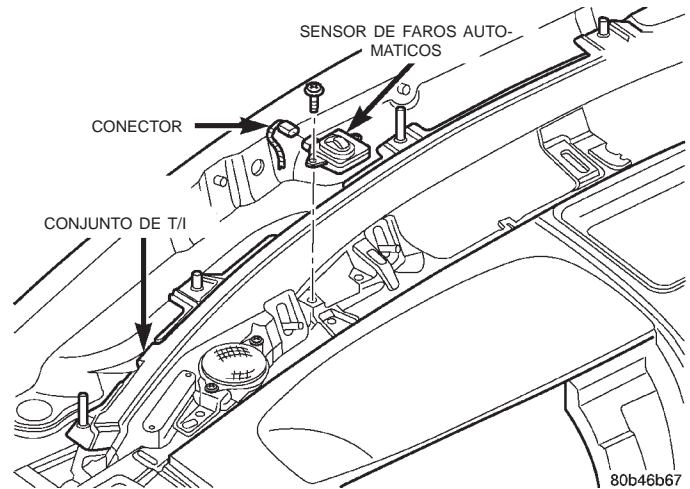

Fig. 1 Sensor de faros automáticos
- (1) Retire la cubierta superior del tablero de instrumentos. Para informarse sobre los procedimientos de servicio apropiados, consulte el grupo 8E, Tablero de instrumentos.
- (2) Retire el tornillo que fija el sensor de faros al tablero de instrumentos (Fig. 1).
- (3) Desenganche el conector del mazo del sensor de faros automáticos.
- (4) Separe el sensor de faros automáticos del tablero de instrumentos.